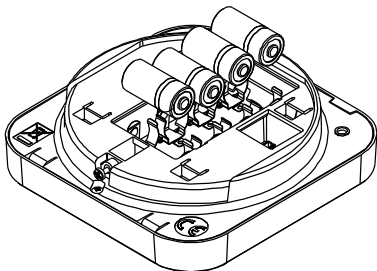

Figura 5
4. Retire las pilas y reemplazarlas por unas nuevas. Preste atención a la polaridad al insertar las pilas nuevas (ver Figura 5).